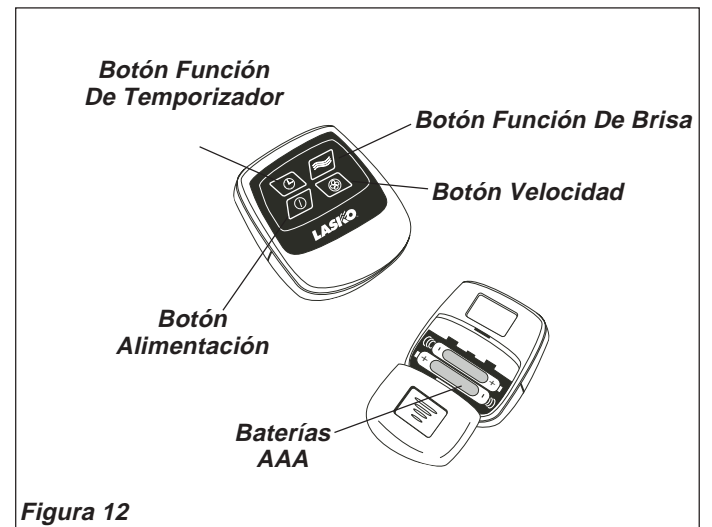

Figura 12
Este Ventilador puede hacerse funcionar mediante los Controles Manuales ubicados en la parte superior de la unidad (como se muestra en la **Figura 11**) o con el Control Remoto (se muestra en la **Figura 12**).
4. Instale las dos baterías AAA suministradas de la manera indicada en la Figura 12.
8. **MODO DE BRISA:** El modo de brisa permite que el ventilador cambie de manera aleatoria entre las distintas velocidades. Con el ventilador encendido, pulse el **Botón Modo de Brisa** (🌀) en el ventilador, o pulse el **Botón Modo de Brisa** (🌀) en el control remoto. Si se ha ajustado la velocidad del ventilador en baja (1), cambiará entre apagado y baja. Si se ha ajustado en velocidad mediana (2), cambiará entre apagado, baja y mediana. Si se ha ajustado en velocidad alta (3), cambiará entre apagado, baja, mediana y alta. La luz indicadora de velocidad destella en el modo de brisa. Pulse el **Botón Modo de Brisa** (🌀) nuevamente para desactivar el modo de brisa.